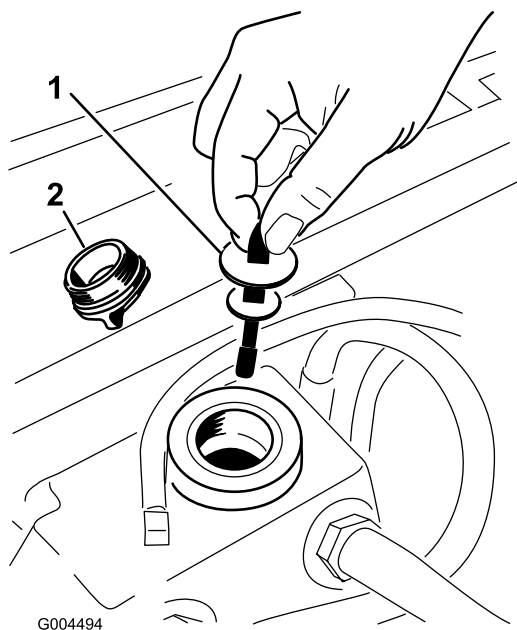

Рисунок 57
5. Снимите крышку заливной горловины бака гидравлической жидкости (Рисунок 57).
6. Выверните масломерный щуп и протрите его чистой ветошью (Рисунок 57).
7. Вставьте масломерный щуп в заливную горловину; затем извлеките его и проверьте уровень жидкости (Рисунок 57).